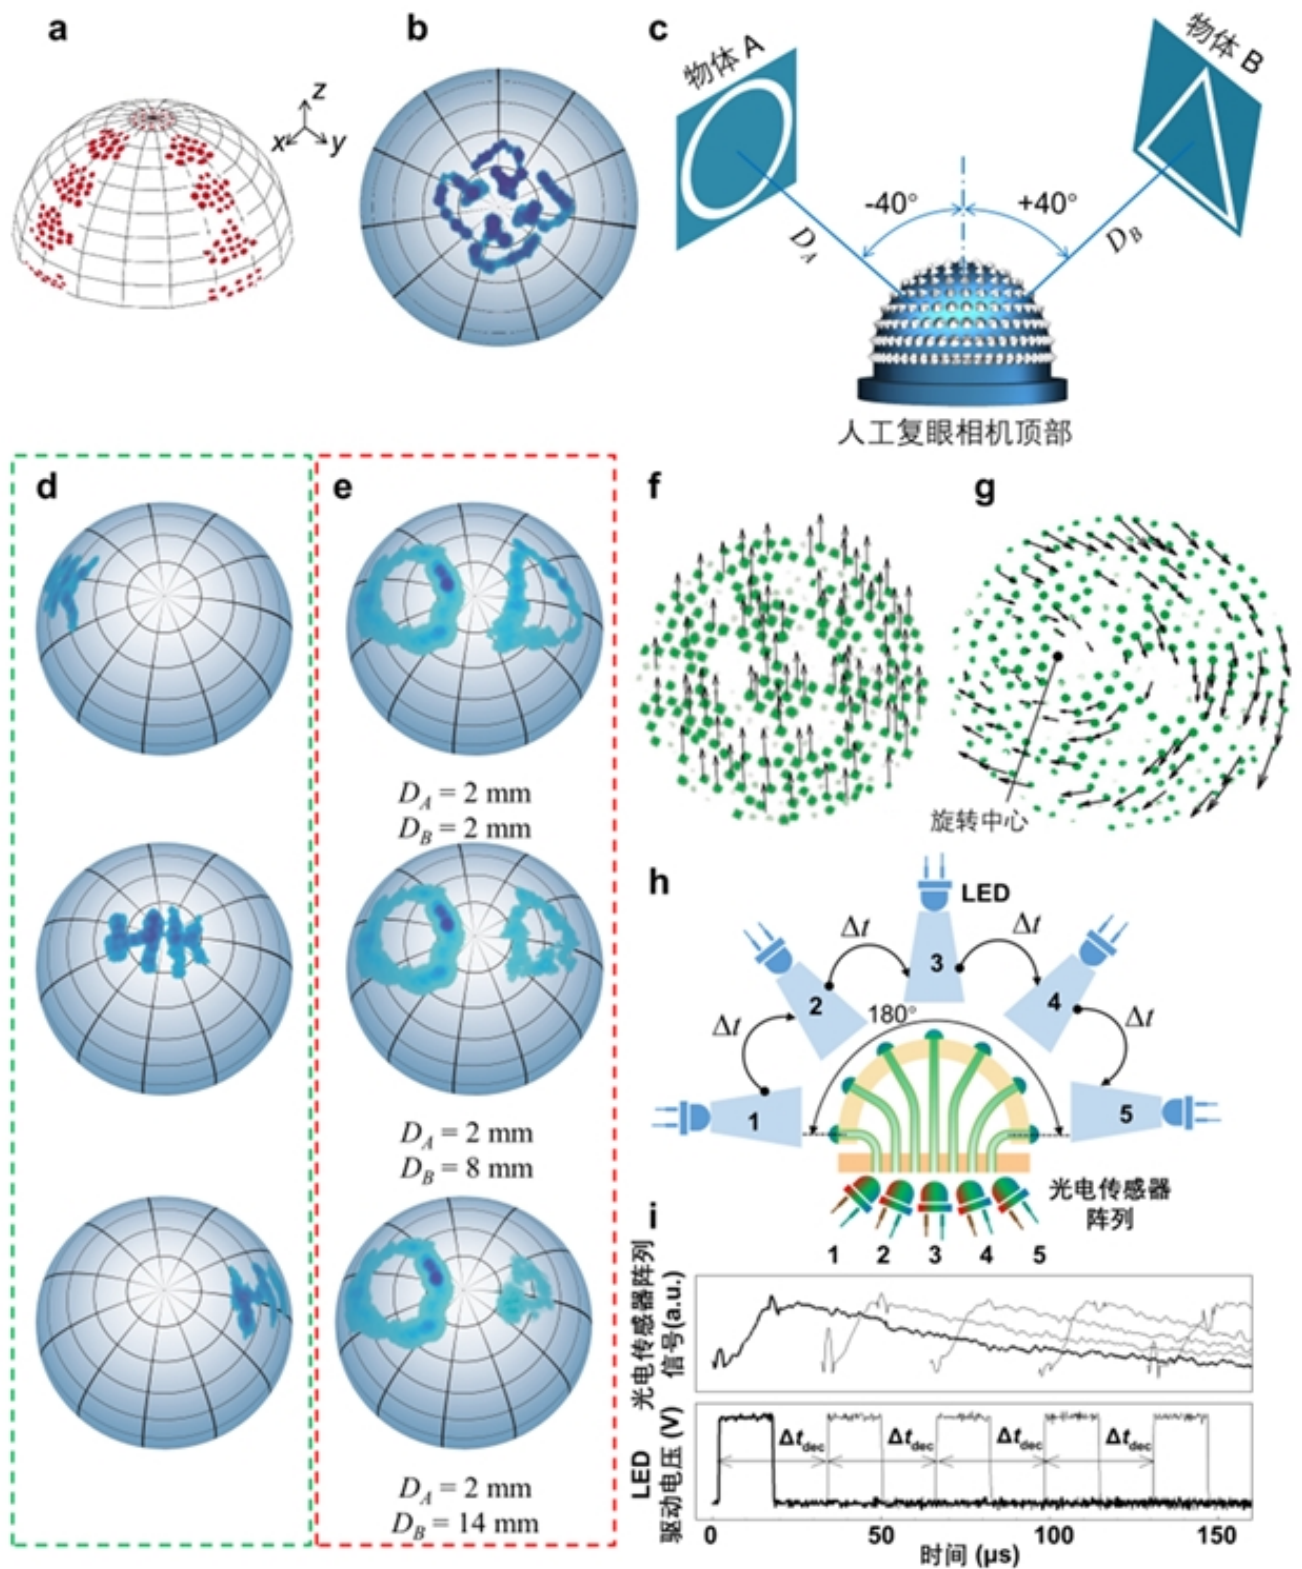

图3：人工复眼全景相机静态成像和动态运动感知。a, 180° 视场角。b, 香港理工大学logo拍摄图片。c, 对不同景深物体成像示意图。d, 'HK' 字符在不同角度下的成像结果。e, 圆和三角在不同角度及距离下的成像结果。f,
(1) 在塑料光纤端面研究了不同形状及尺寸的微透镜对接受角的影响。通过理论分析和数值模拟选择了35度半顶角的圆锥形微透镜，以减少塑料光纤的光接收角，从而提高角分辨率。圆锥形微透镜顶部被钝化为球形以确保中央角度范围内的光信息不会丢失；
(2) 通过超高精度3D打印、电镀和两次翻模工艺批量制造了透镜光纤。这是在光纤端面添加微透镜的一种新颖方法。每批次大约可获得200根透镜光纤，每个圆锥形微透镜表面光滑，并自然带有球形顶部；
(3) 271根透镜光纤依次穿过带有271个小孔的球顶结构，使得所有光纤透镜端都位于球顶表面的特定位置，而光纤的裸端则通过具有271个小孔的平面集束器分布。从裸光纤端射出的光线通过成像透镜投影到一个平面成像传感器上。其中，光纤端面微透镜模拟了自然复眼的面透镜和晶锥体，以接受特定角度的光；光纤核模拟了感杆束，以实现光的传导；光纤包层和3D打印的黑色球顶模拟了色素细胞，通过吸收泄漏或散射的光以防止光串扰；成像透镜模拟了轴突束，将每根光纤聚焦到单个光电探测器芯片上；平面成像传感器芯片上的光电探测器模拟了光感受细胞，平面成像传感器芯片模拟了更深层的神经中心（视髓和小叶），以实现信号的初步处理。对自然复眼的精准模仿，使得ACEcam可用于高性能静态测量（如图3）；